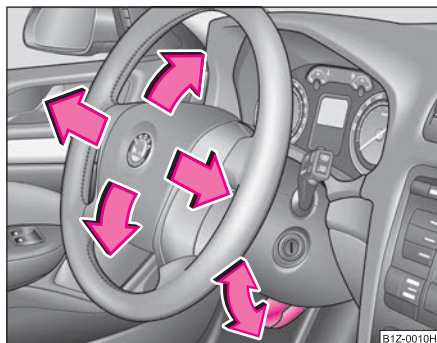

Fig. 130 Volante regulable: Palanca bajo la columna de dirección
- Gire la palanca situada bajo la columna de dirección ⇒ fig. 130 hacia abajo ⇒ !.